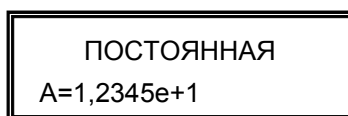

Рис. 8
- После этого на дисплее высветится значение постоянной занесенное в память прибора (см.рис.8).